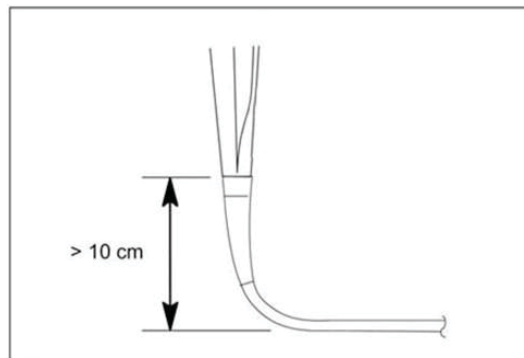

Fig. 4.3
- Ne pas plier le tube d'insertion à une distance de 10 cm ou moins de la jonction de la botte de protection. Un tube d'insertion peut être endommagé (figure 4.3).